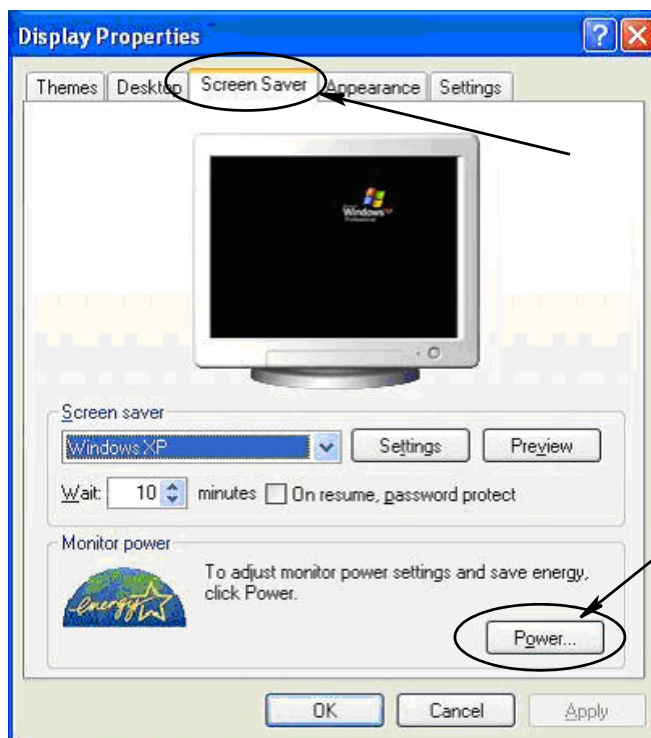

FIG. 14
2. Aparecerá la ventana Propiedades. Elija la pestaña Protector de pantallas. En la parte de la pantalla Energía del monitor, seleccione el botón Energía (Fig. 14).